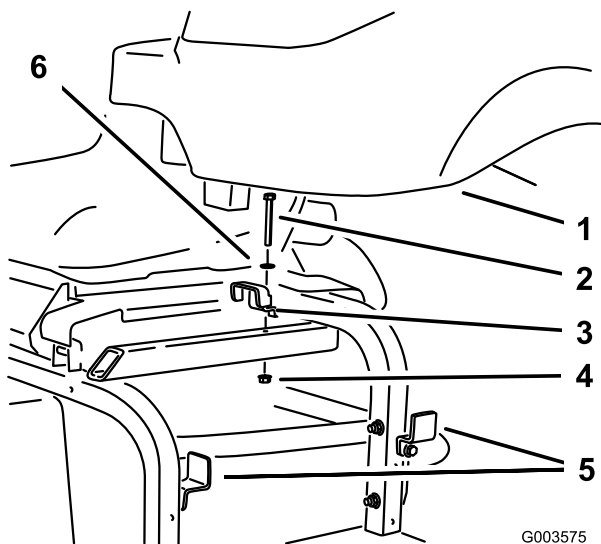

Bild 7
9. Nehmen Sie die obere Hydraulikbehälterhalterung vom Maschinenrahmen ab und lösen Sie die zwei Halterungen an der Seite des Rahmens (Bild 7). Nehmen Sie den Behälter ab und bewahren Sie die Schrauben auf.